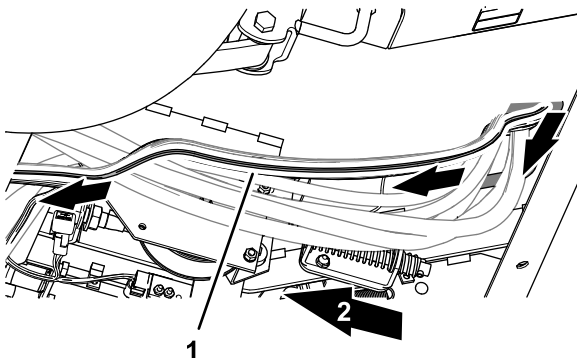

Figure 37
3. Au bas de la machine, acheminez le faisceau de bus ISO-CAN le long du faisceau de la machine (Figure 37).